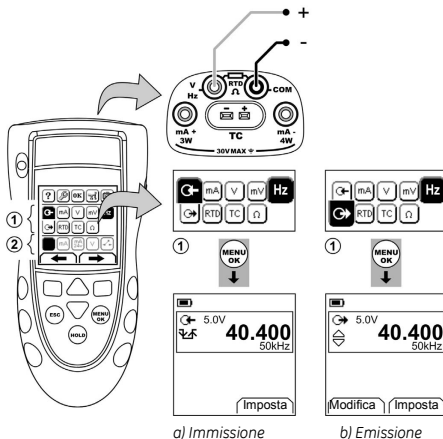

Figura 6: Esempio di configurazione - per misurare/emettere Hz o Impulsi
1. Collegare lo strumento (Figura 6) e, se necessario, modificarne il Setup (Tabella 1).